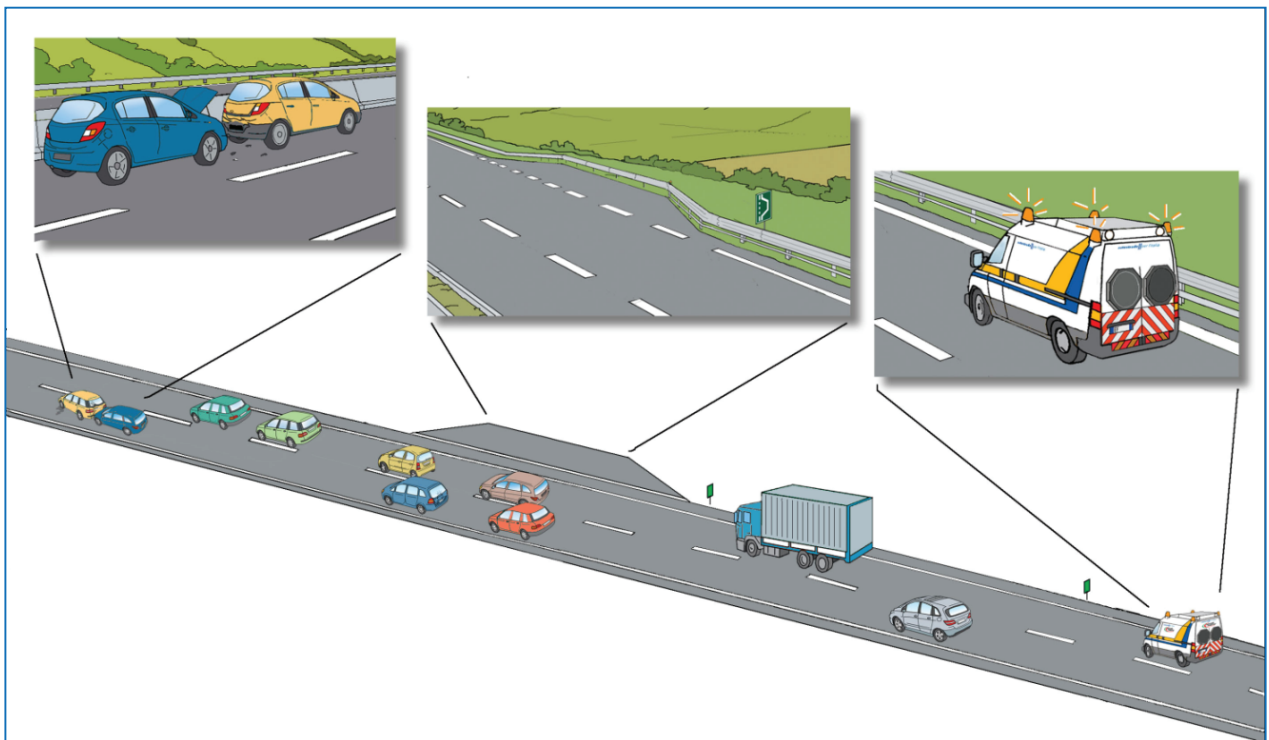

Fig. 13
- individuare, ove disponibile nell'ambito dei 500m precedenti, una piazzola o uno spazio utile sul margine destro per fermare il mezzo di servizio completamente all'esterno della corsia di transito (fig. 13)